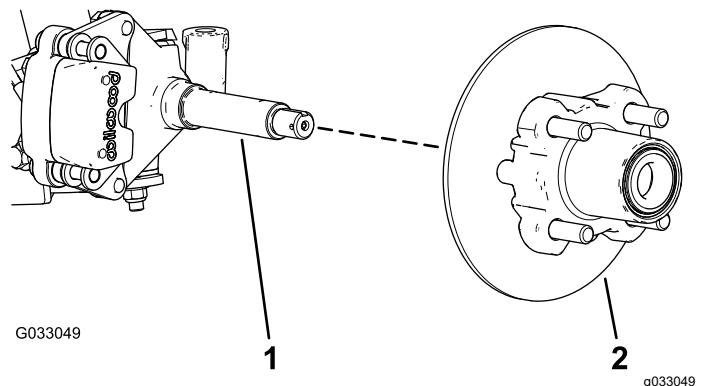
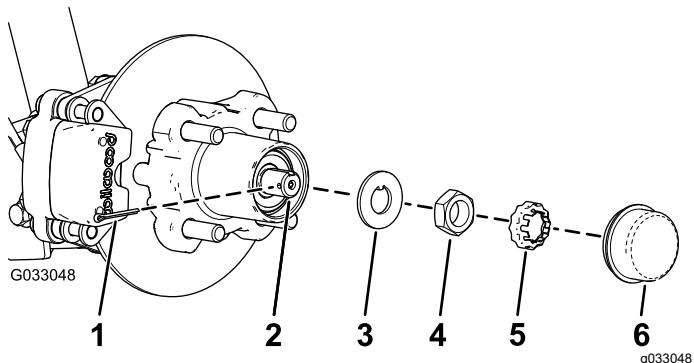

Figura 32
Figura 31
4. Retire o tampão antipoeira do cubo (Figura 31).
5. Retire o contrapino e o retentor da porca do eixo e porca do eixo (Figura 31).
6. Retire a porca do eixo do eixo e afaste o conjunto do cubo e o rotor do eixo (Figura 31 e Figura 32).